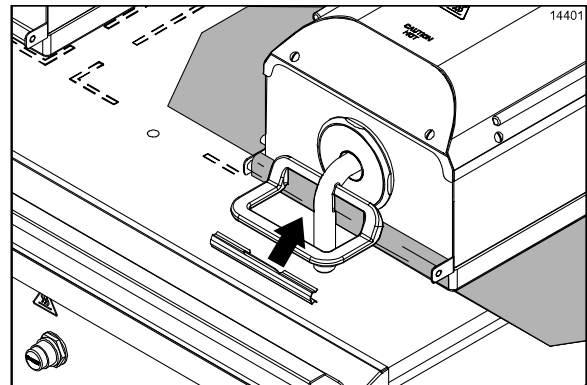

Abbildung 10
3. Die Trennfolie auf dem Stab in mittige Stellung schieben. Die Trennfolie straff über den Haltestab an der Vorderseite des Gehäuses der oberen Grillplatte ziehen und mit einer Trennfolienklammer befestigen. (Siehe Abbildung 10.)